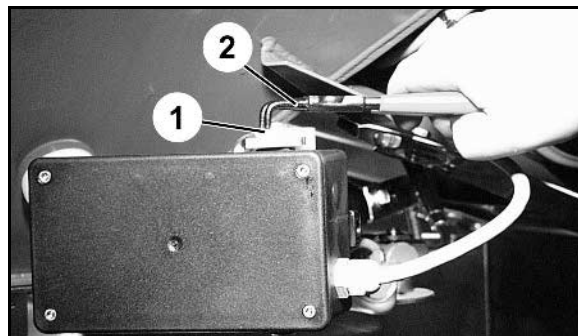

Fig. 12
1. Retirar ambos clips de seguridad (Fig. 12/1) con unas tenazas (Fig. 12/2).